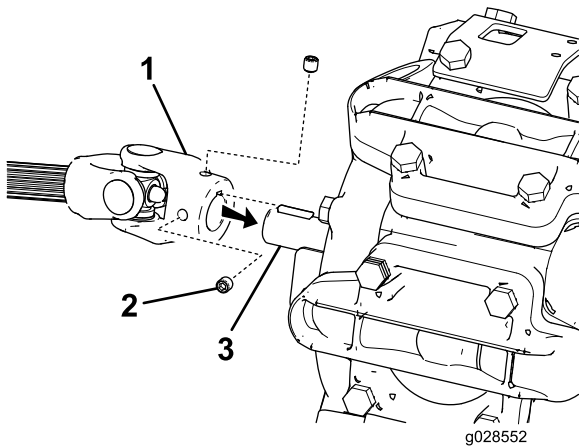

Figura 4
3. Aperte os dois parafusos de afinação na extremidade do veio da tomada de força (Figura 4).
2. Parafuso de afinação (2)
5. Alinhe a ranhura no conector do veio da tomada de força com a chave Woodruff e faça deslizar a extremidade do veio da tomada de força para o veio da bomba do pulverizador (Figura 4).